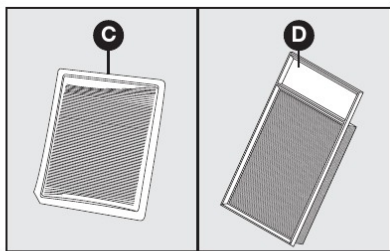

fig. 13
Remover o elemento filtrante C-fig. 13 para motores 1.4 ou D-fig. 13 para motores 1.6 e 1.8.
- Remover o elemento filtrante C-fig. 13;